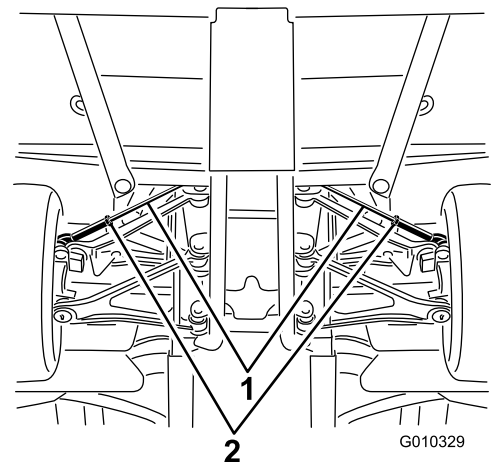

**Figura 56**
2. Misurate l'interasse (all'altezza dell'assale) sulla parte anteriore e posteriore dei pneumatici di sterzo (Figura 56).